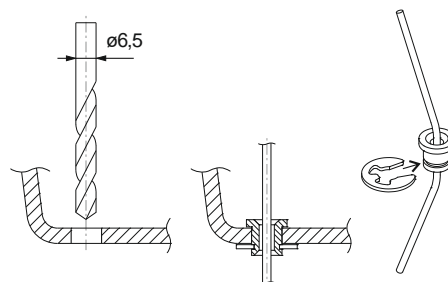

Рис. 10.2 – Организация прохождения троса через корпус ТС
10.2.3 Просверлить при необходимости (в случае установки измерителя на тороидальный баллон) отверстие $\text{Ø} 6,5$ мм для прохождения троса в элементах крепления баллона. Вставить в отверстие втулку из комплекта поставки и зафиксировать её с помощью упорной быстросъёмной шайбы. Продеть через втулку трос как показано на рис. 10.2: